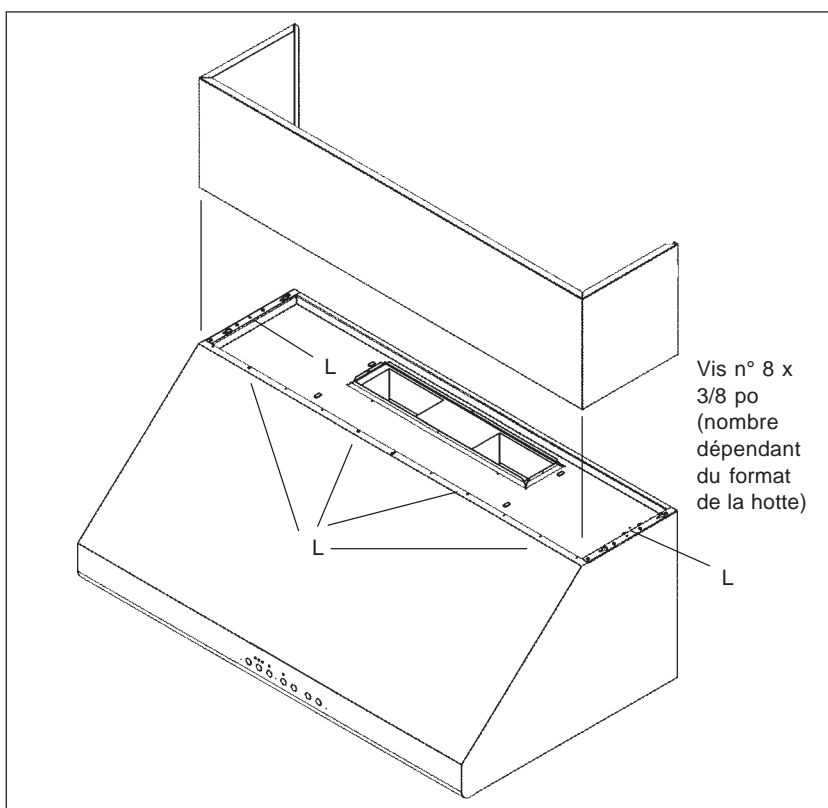

Figure 9
Des couvercles de conduit optionnels montrés à la figure 9 peuvent être utilisés pour combler l'espace entre la hotte et le plafond. Des couvercles de conduit 6 po ou 12 po sont disponibles et peuvent être commandés séparément.
- Fixer le(s) conduit(s) de couvercle à la hotte à l'aide de vis à métal, comme à la figure 9.